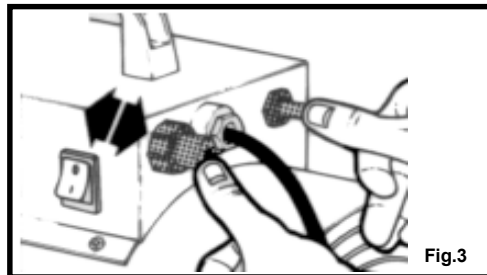

Fig.3
3. Presionar el botón-gas a fondo, y teniéndolo presionado, accionar repetidamente el encendedor piezoeléctrico (ver fig.3)